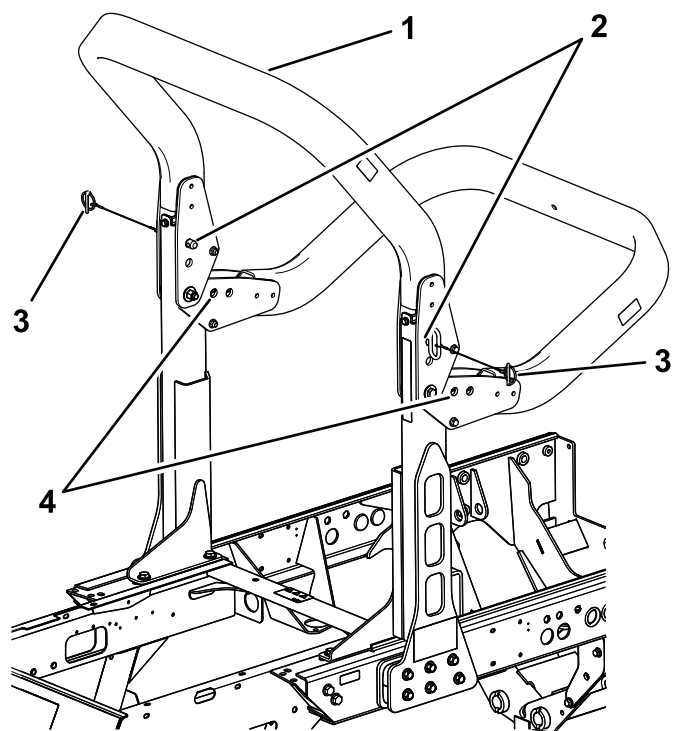

図 62
2. 上部フレームを支えておいて、ピボットブラケットからスナップピンとクレビスを外す 図 62。